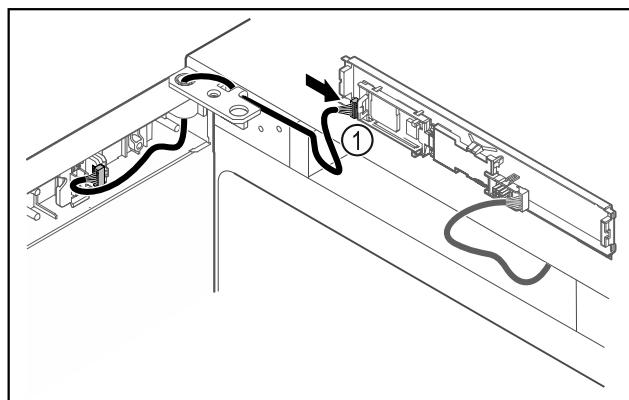

Fig. 50
- Подключите штекер *Fig. 50 (1)* к панели.